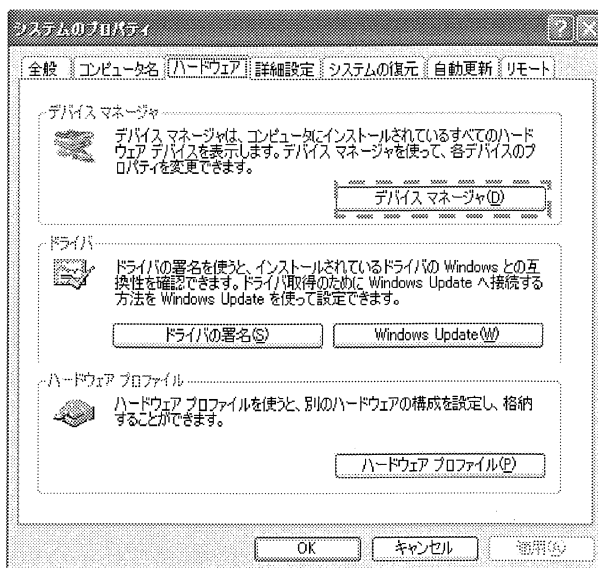

図 A.8 システムのプロパティ
- ③ 図A.8に示すシステムのプロパティ画面で、「デバイスマネージャ」ボタンを押す。